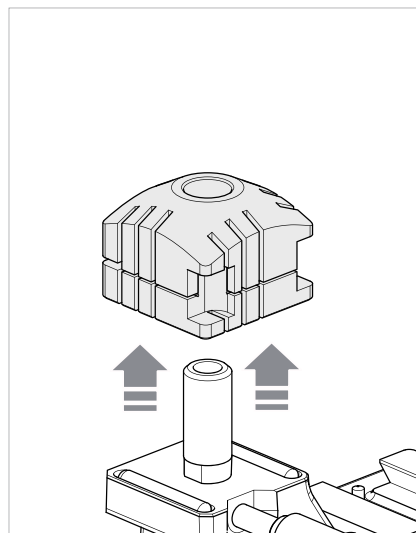

Fig. 42
- 3) Verwijder de aanwezige spanbek naar boven toe (Fig. 42).